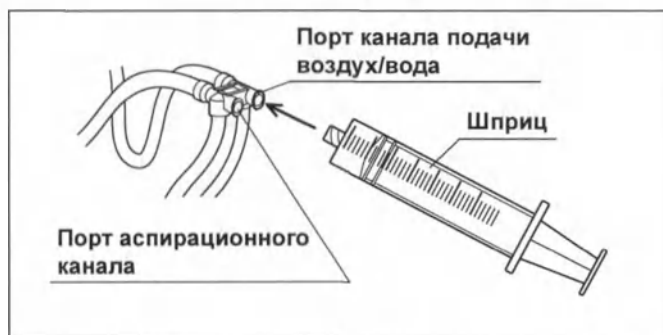

Рисунок 5.66
- 6 Присоедините шприц к порту канала подачи воздух/вода инъекционной трубки. (См. рис. 5.66)
- 10** Присоедините шприц к порту канала подачи воздух/вода инъекционной трубки. (См. рис. 5.66)
- 18** Присоедините шприц к порту канала подачи воздух/вода инъекционной трубки. (См. рис. 5.66)